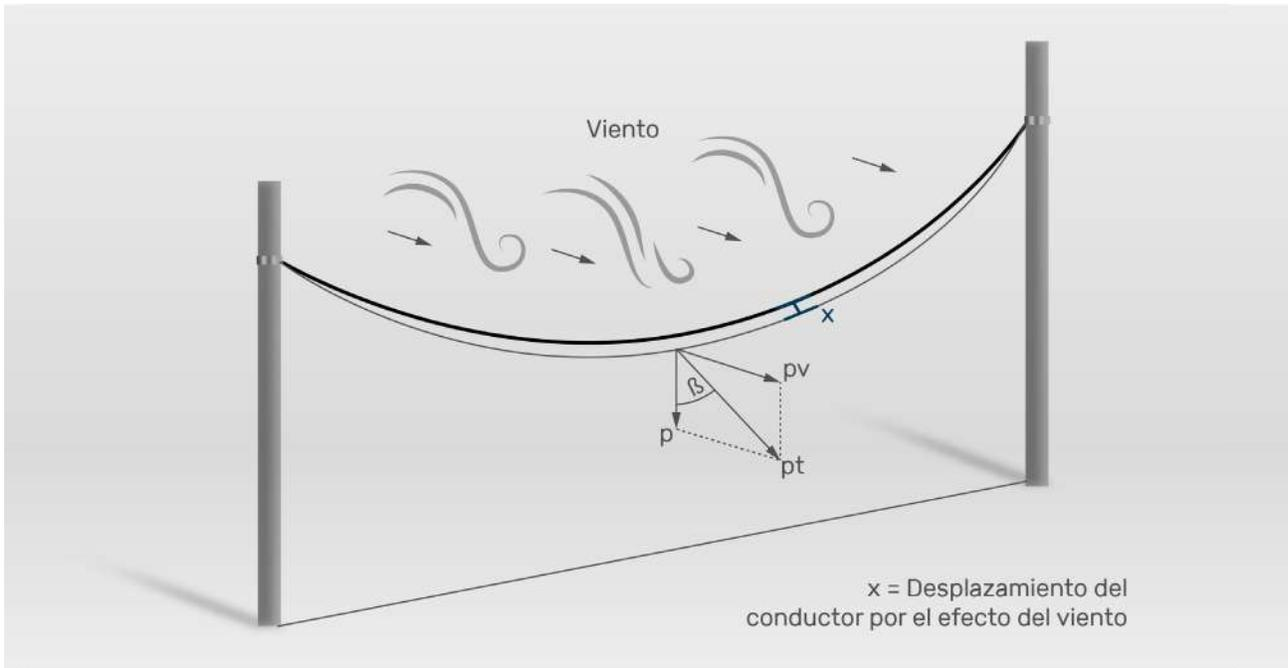

Figura 2. Esfuerzos mecánicos sobre un cable tendido entre dos puntos
- **Peso del cable:** La forma de catenaria que adopta el cable se debe a su propio peso, el cual se mide en kgf/m. (figura 2)
- **Presión del viento:** Los factores climáticos como el viento producen un esfuerzo adicional al peso del cable (figura 2.)